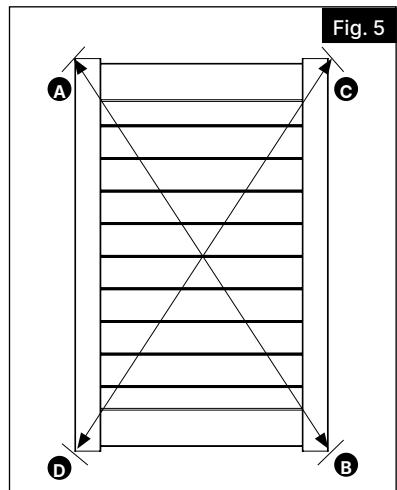

Fig. 5
Asegúrese de que el portón no esté descuadrado. Mida en diagonal desde la parte superior del travesaño de la esquina izquierda (A) hasta la parte inferior del travesaño de la esquina derecha (B) y anote la longitud. A continuación, mida en diagonal desde la parte superior del travesaño de la esquina derecha (C) hasta la parte inferior del travesaño de la esquina izquierda (D). Observe la longitud. Asegúrese de que ambas medidas coincidan antes de instalar los tornillos en los montantes (Fig. 5).